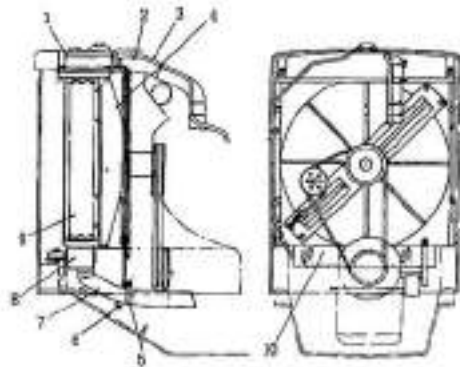

Рис. 5-5
5.1.5 Радиатор в сборе (Рис. 5-5)